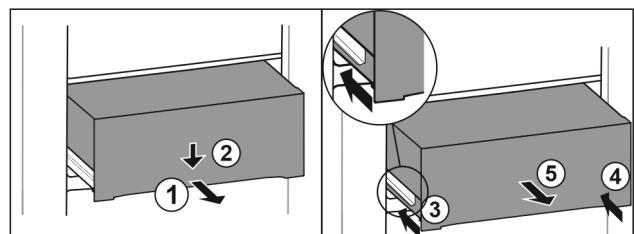

Fig. 104
- Изтеглете чекмеджето наполовина. Fig. 104 (1)
- Натиснете надолу чекмеджето от предната страна. Fig. 104 (2)
- Вкарайте лявата релса приблизително 2 см навътре. Fig. 104 (3)
- Вкарайте дясната релса приблизително 2 см навътре. Fig. 104 (4)
- Извадете чекмеджето напред. Fig. 104 (5)